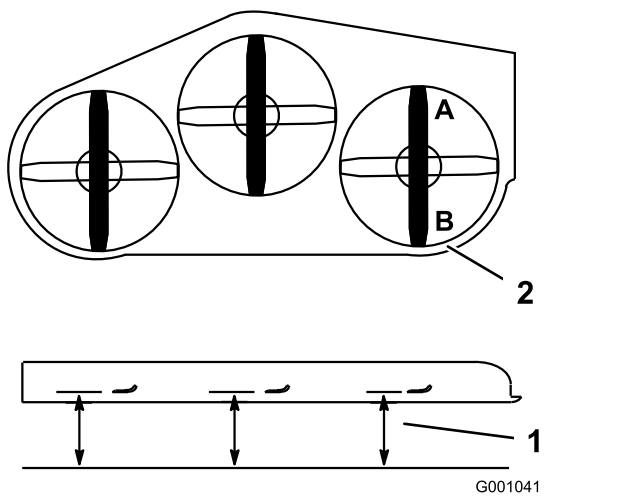

Figura 93
- Coloque una cuchilla en posición longitudinal. Mida en las posiciones **A** y **B** desde una superficie nivelada hasta el filo de corte de los extremos de la cuchilla (Figura 93).